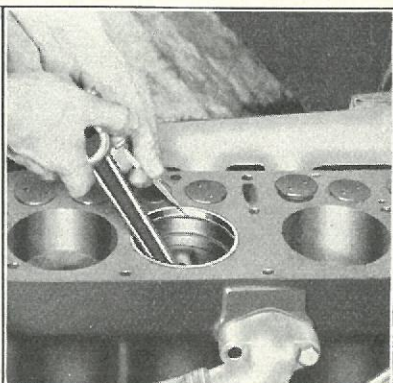

Fig. 251
- 426** Før Indsætningen af ny Stempelringe skal Afstanden mellem Ringens Ender kontrolleres. Dette gøres ved at anbringe Ringen inden i den Cylinder, hvori den skal arbejde, og derefter kontrollere Afstandens Størrelse ved Hjælp af en Søger (Fig. 251). For at sikre, at Ringen sidder lige i Cylinderen, anbringes et Stempel uden Ringe i Cylinderen, og Stempelringen anbringes ovenpaa. Ved at hæve Stemplet op mod Ringen vil man opnaa at faa denne aldeles plan i Cylinderen. De to øverste Ringe kontrolleres ved Cylinderens Top. Imedens det, i en Vogn, der har været i Brug i nogen Tid, er tilraadeligt at kontrollere den nederste Ring ved Cylinderens nederste Ende, da Cylinderen til Tider viser sig at være slidt lidt konisk. Afstanden mellem Ringens Ender er 8 til 12 Tusindedel Tomme for den øverste Ring, 6 til 8 Tusindedel Tomme for Midterringen og 4 til 6 Tusindedel Tomme for den nederste Stempelring.